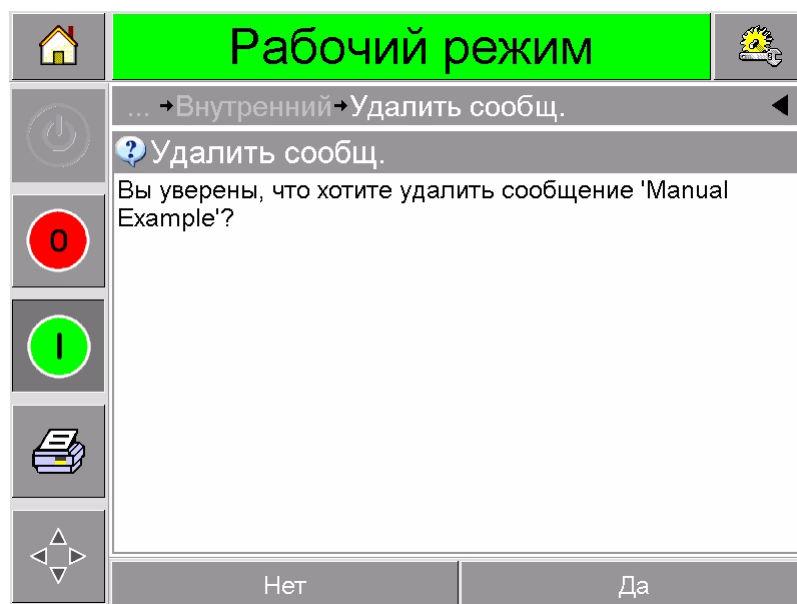

Рис. 4-19: Экран подтверждения
- 6 Подтвердите удаление задания на печать (Рис. 4-19).